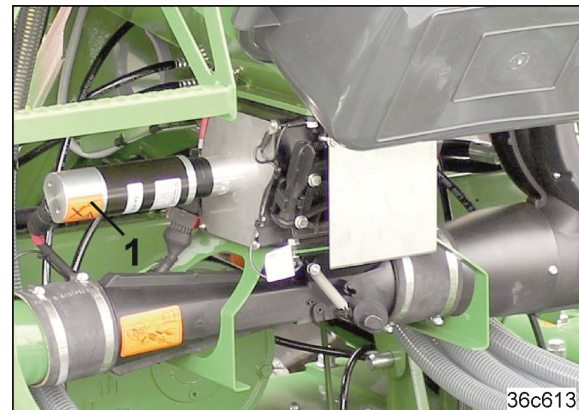

Fig. 8
- elgearmotor EA419 (Fig. 8/1).